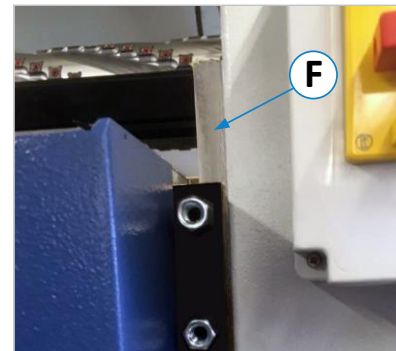

Figure 58 : graisser les glissières de guidage
- Graisser légèrement chaque mois les deux glissières de guidage (F) de la table de rabotage (à l'avant et à l'arrière), voir ⇒ Figure 58.